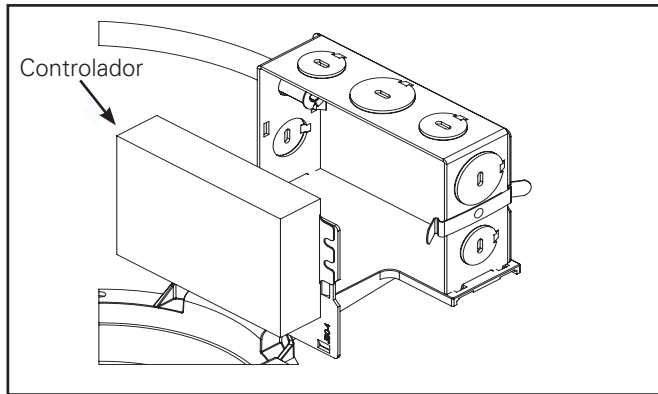

Figura 13
2. Extraiga el controlador y la unidad de la cubierta de la caja de derivación. (Figura 13).